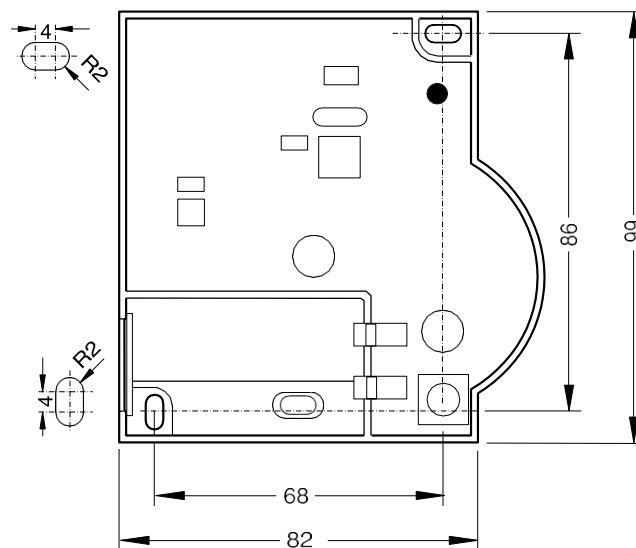

Figure 3: Schéma de montage (indications en mm)
- Marquez les trous de perçage suivant le schéma de montage (voir Figure 3).
- Remplacez le couvercle du boîtier par le haut puis verrouillez le par le bas (voir Figure 3).